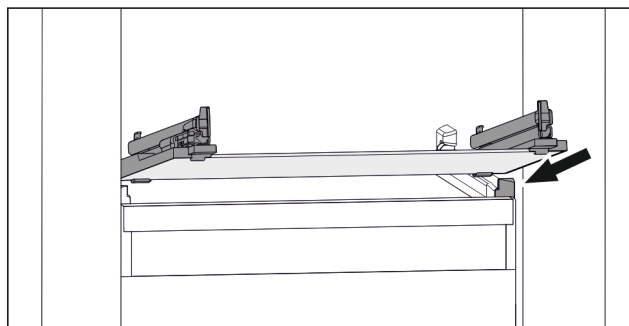

Fig. 159 Příklad znázornění skleněné desky
- ▶ Nasadte skleněnou desku šikmo za zářezky. (viz Fig. 159)